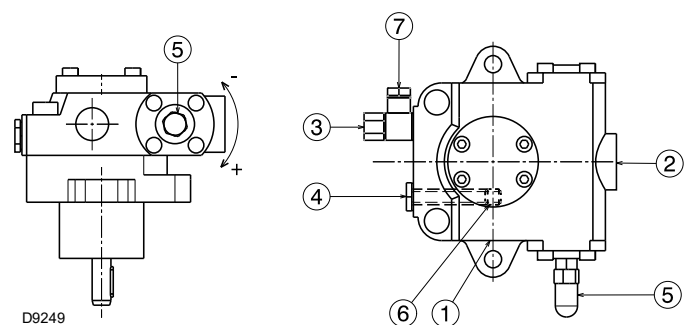

Рис. 22
Они устанавливаются на горелку с закрытым байпасом с помощью винта 6) (Рис. 22 на стр. 26).
- Для автоматического запуска насоса (Рис. 22) необходимо отвернуть винт 4) насоса, чтобы выпустить воздух, содержащийся во всасывающем трубопроводе.
Обозначения (Рис. 22)
Вышеуказанная операция возможна, так как насос поступает с завода заполненным топливом. Если насос был опорожнен, перед запуском заполните его топливом через колпачок вакуумметра 4) (Рис. 22 на стр. 26), в противном случае он будет заедать.